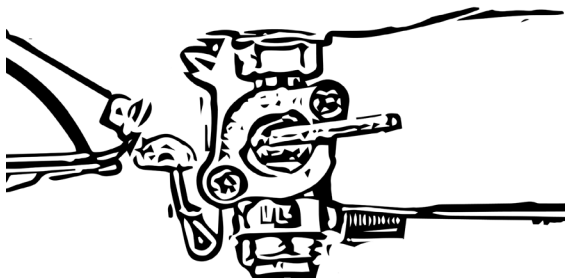

Bild 18
- Ställ bränslekranen på OFF, bild 18.